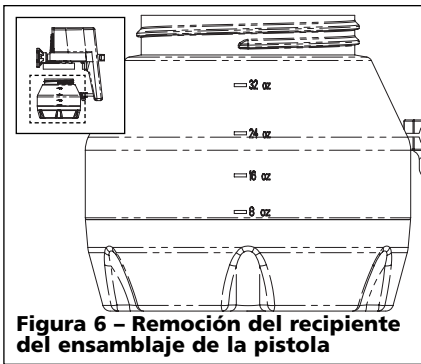

Figura 6 – Remoción del recipiente del ensamblaje de la pistola
1. Quite el recipiente del ensamblaje de la pistola desatornillándolo de la tapa del mismo (vea la figura 6).